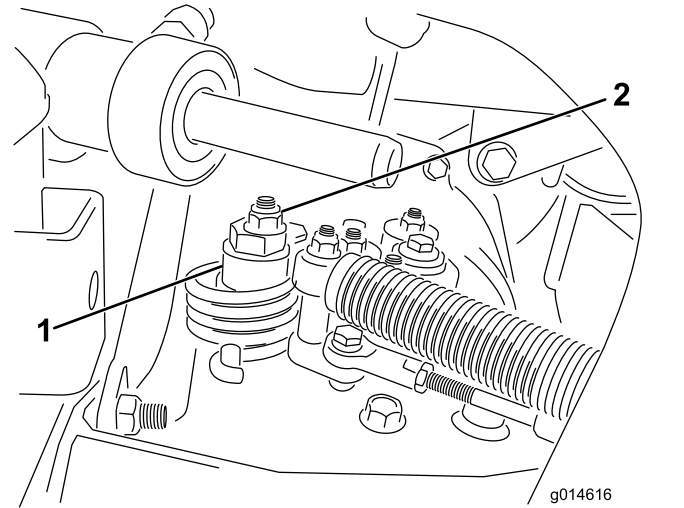

Bild 39
- A. Lösen Sie die Mutter, mit der der Exzenter oben am Hydrostat befestigt ist (**Bild 39**).
- C. Drehen Sie den Exzenter, bis kein Kriechen in jeder Richtung auftritt. Ziehen Sie die Schraube fest, wenn sich das Rad nicht mehr dreht, um den Exzenter und die Einstellung zu arretieren (**Bild 39**). Überprüfen Sie die Einstellung, wenn die Gasbedienung in der LANGSAM- und SCHNELL-Stellung ist.